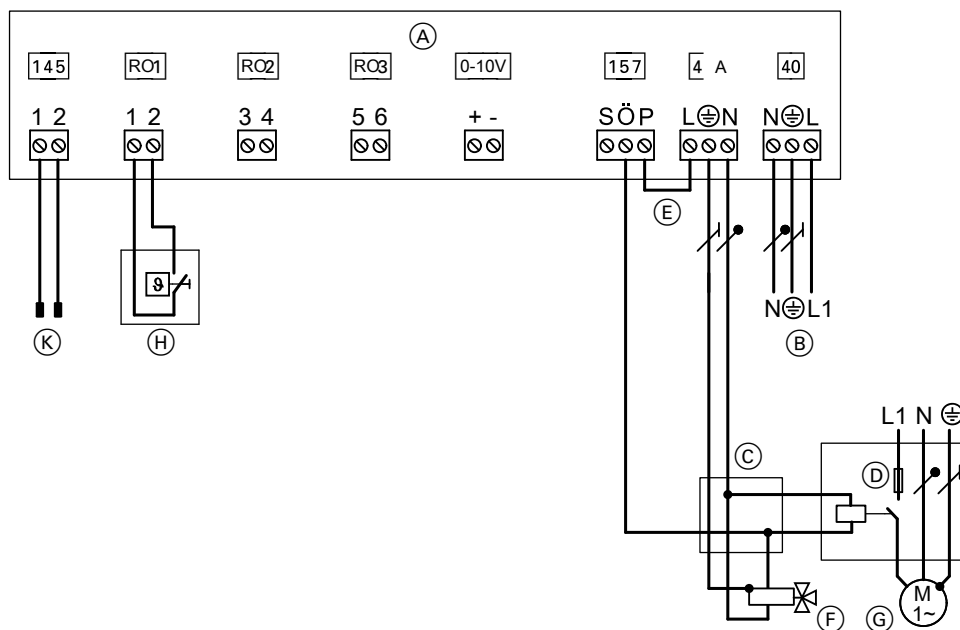

Fig. 44
- Racordurile la extensia EA1 se vor realiza **numai** conform fig. 44.